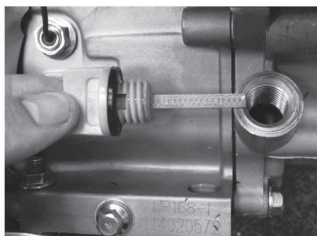

Рис. 15
2. Выкрутите пробку маслозаливной горловины (рис. 15)